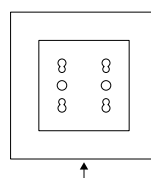

Figura 1
- 1 - Per aprire Stark QP Bipasso usare un cacciavite piatto e fare leva sui 2 inviti nella parte inferiore (Figura 1)
- Figura 1
- 1 - Para abrir Stark QM Bipasso, utilice un destornillador plano y haga palanca en las dos lengüetas de la parte inferior (Figura 1)